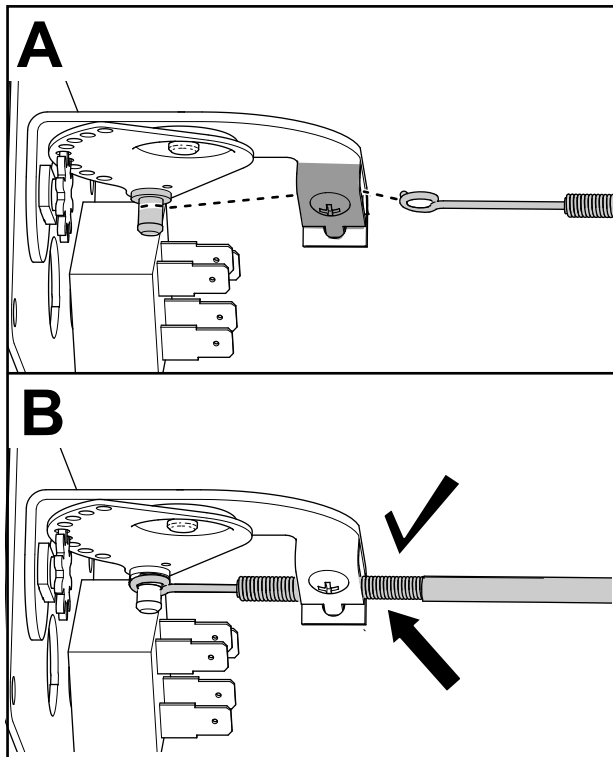

図 7
7. ヒータースイッチが中位置にあることを確認し、コントロールケーブルの一端をヒータースイッチの裏側に接続する図 7。